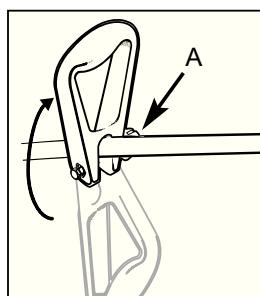

рис. 2
1. Ослабьте регулировочный винт и поверните ручку в сторону верхней части вала. Установите ручку на расстоянии 160220 мм от задней ручки (рис. 2).
2. Надежно затяните регулировочный винт (A).